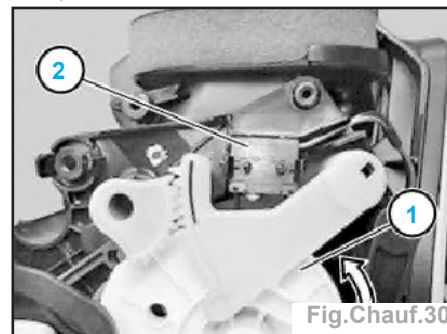

Fig. Chauff.30
- Déverrouiller la plaque (3) (voir loupe) et la déposer.
- Tourner la came (1) de façon à pouvoir déclipser et retirer le microcontacteur (2) (Fig. Chauff.30).